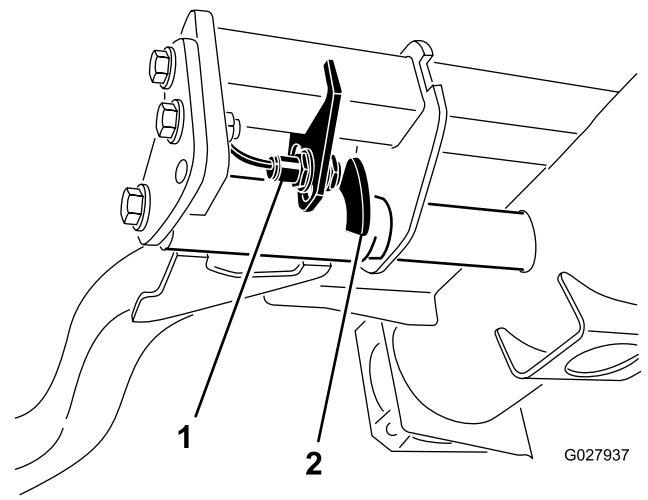

Figura 30
2. O interruptor do braço de elevação encontra-se por baixo do depósito hidráulico por trás do braço de elevação direito dianteiro (Figura 30).
3. Solte os parafusos de montagem do interruptor (Figura 30) e desloque o interruptor para baixo para aumentar a altura de viragem do braço de elevação ou desloque o interruptor para cima para diminuir a altura de viragem do braço de elevação.